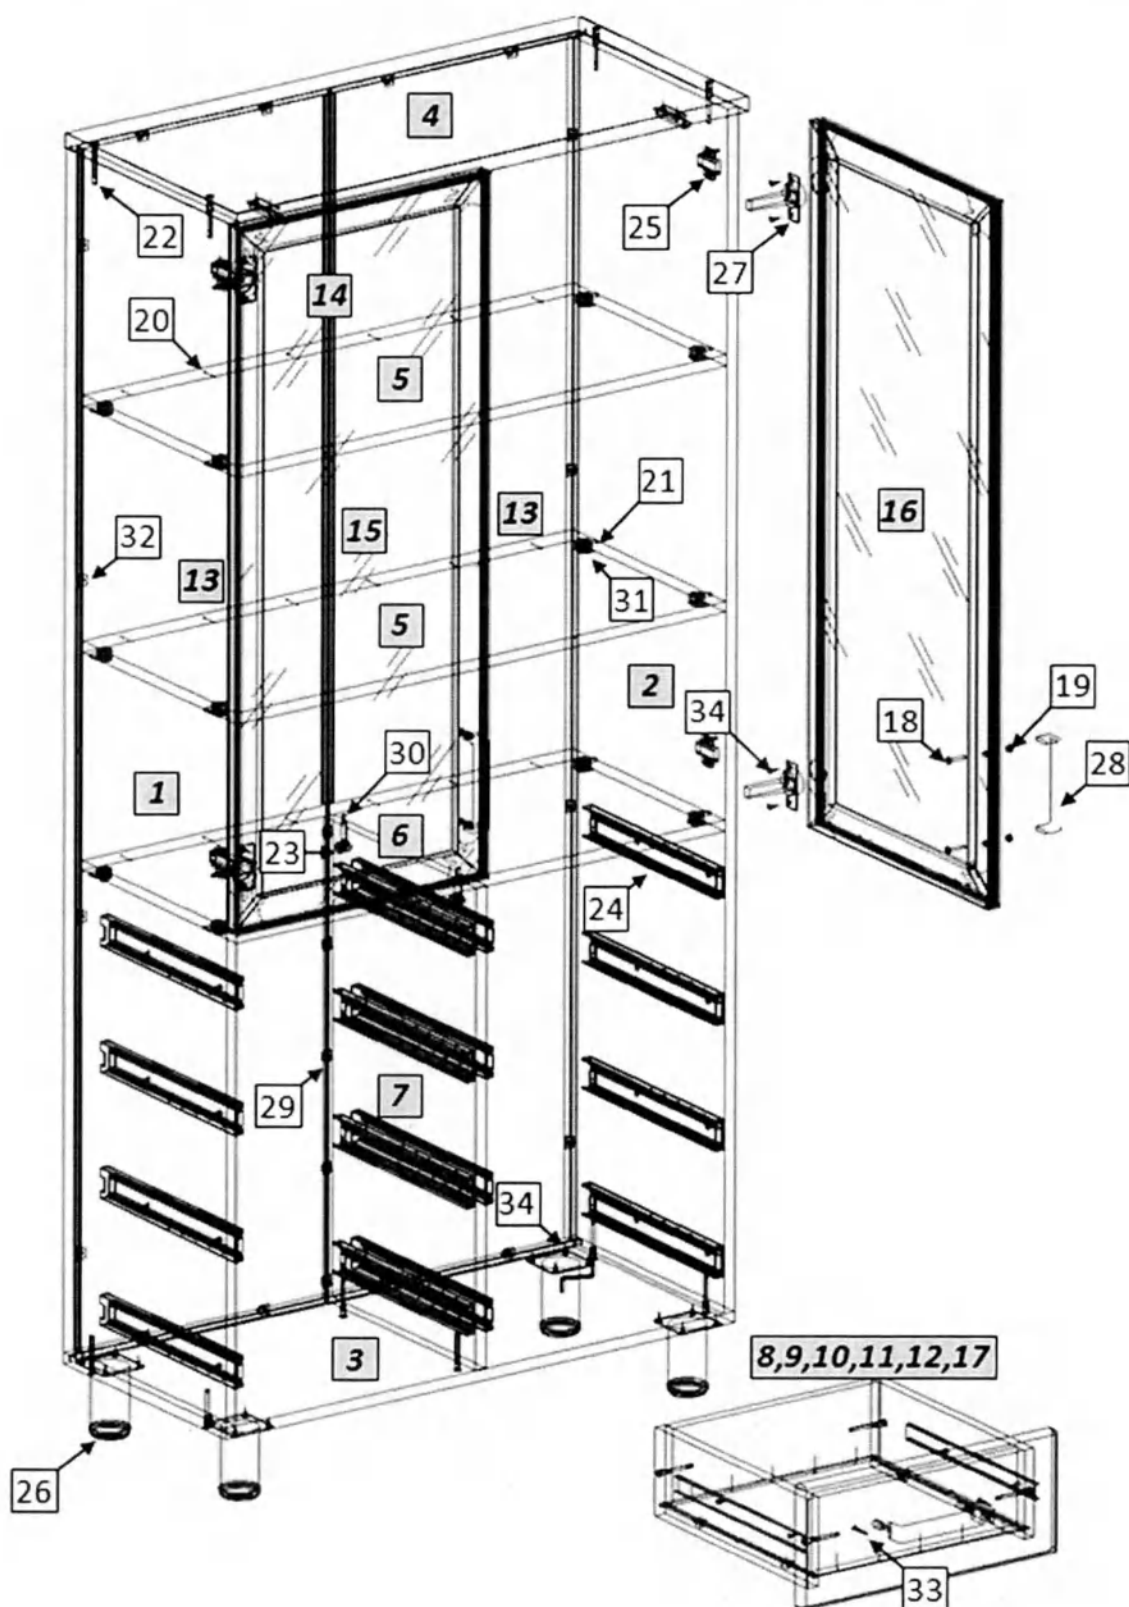

Рис.1
1. Внимательно ознакомьтесь со схемой сборки, изображённой на рис. 1, сверяясь со спецификацией на изделие. Согласно схеме и спецификации определите расположение деталей в изделии и порядок их сборки. Сборка производится на ровном полу, укрытом материалом, предотвращающим повреждение покрытия пола и деталей мебели. Подготовьте необходимые для сборки инструменты – плоскую и крестовую отвёртки, молоток, рулетку или линейку, шуруповёрт.
2. На вертикальных стенках (1,2,7) шурупами 4×16 (39) закрепите направляющие (29).
3. На вертикальных боковых стенках (1,2) установите ввинчиваемые дюбели эксцентриковых стяжек (26). Установите монтажные планки петель (30) на боковые стенки шкафа и антресоли. На горизонтальных стенках (5,6) установите эксцентриковые стяжки
(36) и штоки эксцентриковых стяжек (35). На средней стенке (7) установите цилиндрические части эксцентриковых стяжек (35).